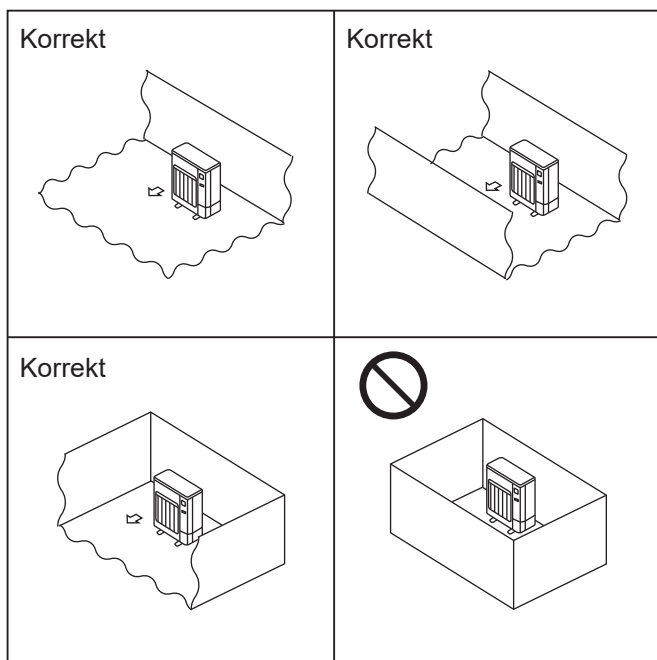

Fig. 2-2
- Monter utendørsenheter på et sted der minst én av fire sider er åpne, og i et tilstrekkelig stort område uten fordympning. (Fig. 2-2)